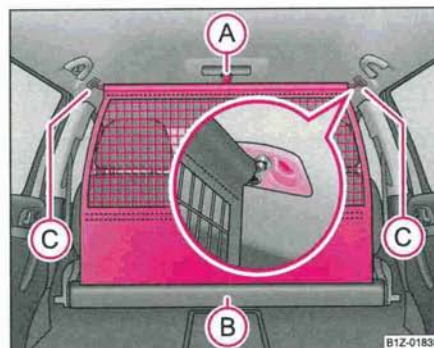

Fig. 88 Dérouler le filet de séparation
- Sortez le filet de séparation du boîtier (B) en le tirant au niveau de la bride (A) ⇒ fig. 88.
- Mettez la tige transversale dans l'appui (C) d'abord sur un côté et poussez-la vers l'avant.
- De la même manière, fixez la tige transversale de l'autre côté du véhicule, appui (C).
- Tirez la tige transversale un peu vers l'arrière d'abord sur un côté puis sur l'autre et enlever la tige transversale des supports (C) → page 103, fig. 88.
- **Maintenez** la tige transversale de sorte que le filet de séparation s'enroule lentement dans le boîtier (B) sans s'abîmer.